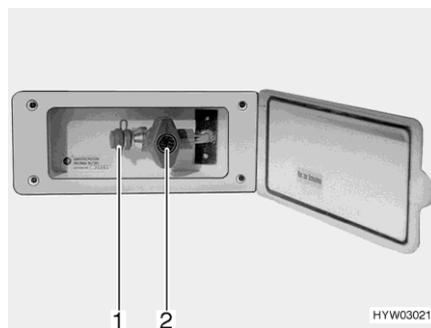

Fig. 110 Raccordement externe de gaz (robinet d'arrêt de gaz fermé)
- Raccorder l'appareil à gaz externe sur le raccord (Fig. 110,1).
- Ouvrir le robinet d'arrêt de gaz (Fig. 110,2).